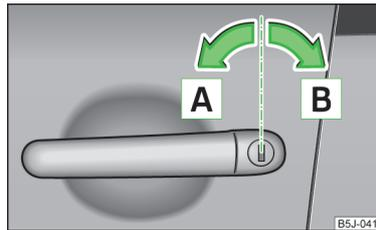

Fig. 32
- Girar la llave en el bombín de cierre de la puerta del conductor en dirección de marcha (posición de desbloqueo) **A** » fig. 32.
- Girar la llave en el bombín de cierre en dirección contraria a la marcha (posición de bloqueo) **B** » fig. 32 de la página 54.